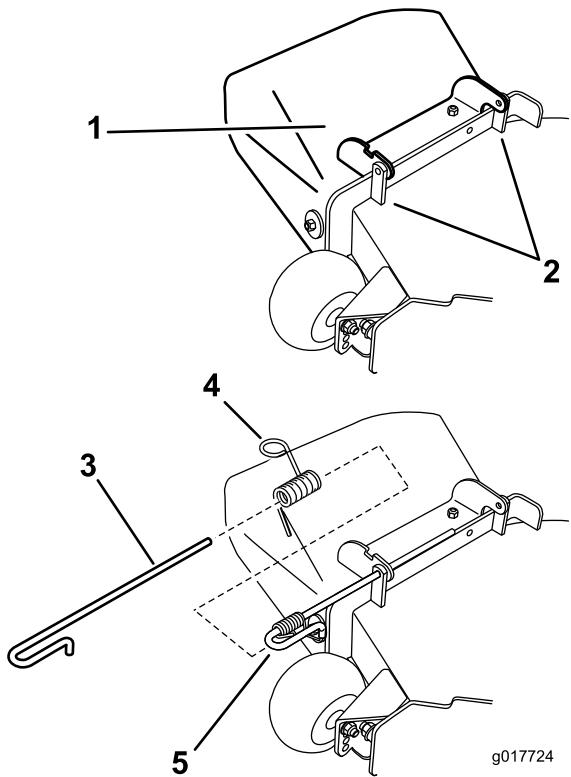

Figura 76
- Sganciate la molla dalla tacca presente sulla staffa del deflettore e fate scorrere l'asta per estrarla dalle staffe saldate del piatto di taglio, dalla molla e dal deflettore di scarico (Figura 76). Togliete il deflettore di scarico se è danneggiato o consumato.